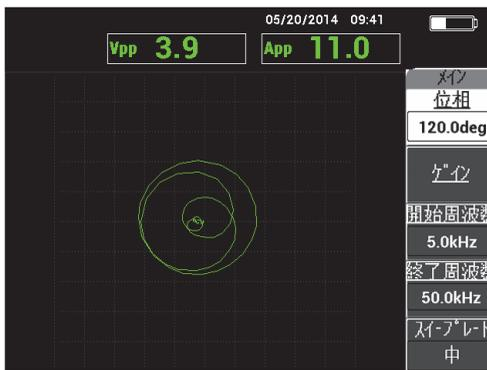

図 5-5 PC スイープディスプレイ
ピッチキャッチ (PC) のスイープモードでは、プローブが特定の周波数の開始位置と終了位置からスイープされた信号によって励起されます。表示される信号は、スイープされた励起周波数です（89 ページの図 5-5 参照）。